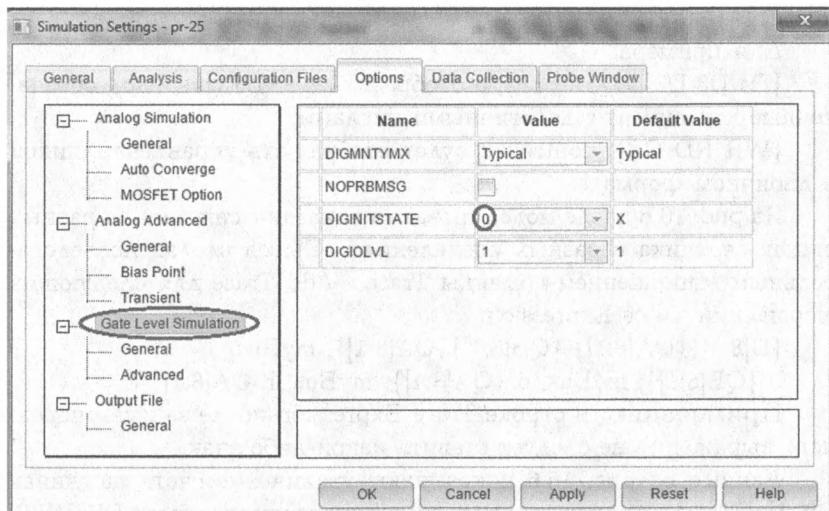

Рис. 16.5. Установка профиля цифрового моделирования
Сначала установим режим Transient с временем моделирования 16 мкс. Затем на вкладке Options выбираем Gate Level Simulation > General и устанавливаем типичную синхронизацию (рис. 16.5).
**Примечание.** Одна из распространенных ошибок заключается в неправильной инициализации регистров (триггеров) в цепи, так что в результате появляются две красные линии, представляющие неизвестное состояние. Убедись, что вы инициализируете триггеры, как показано на рис. 16.5.
Установим в опциях профиля моделирования (см. рис. 16.5) DIGINITSTATE=1. В этом случае результаты моделирования на шинах D[8:1], QA[8:1] показывают счет в сторону уменьшения (рис. 16.7).